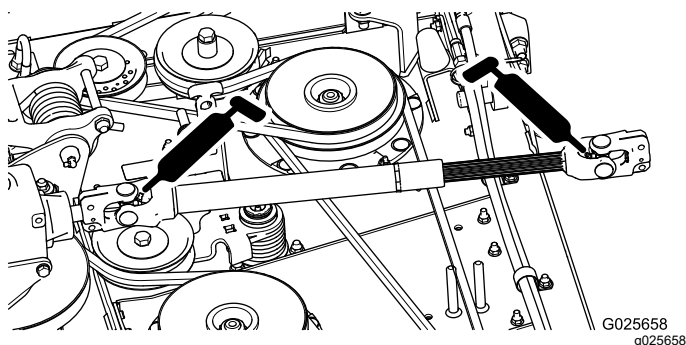

Figure 22
- Arbre d'entraînement de PDF (2) (Figure 22)